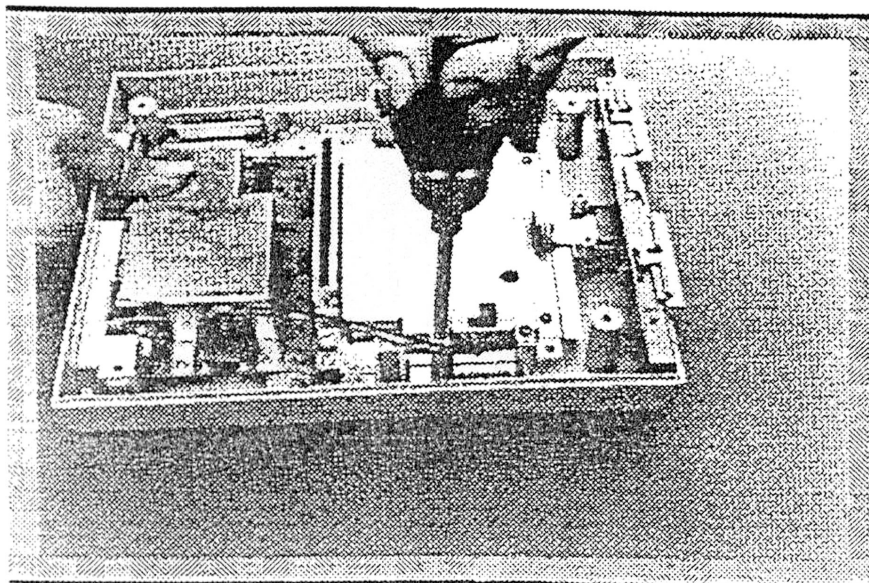
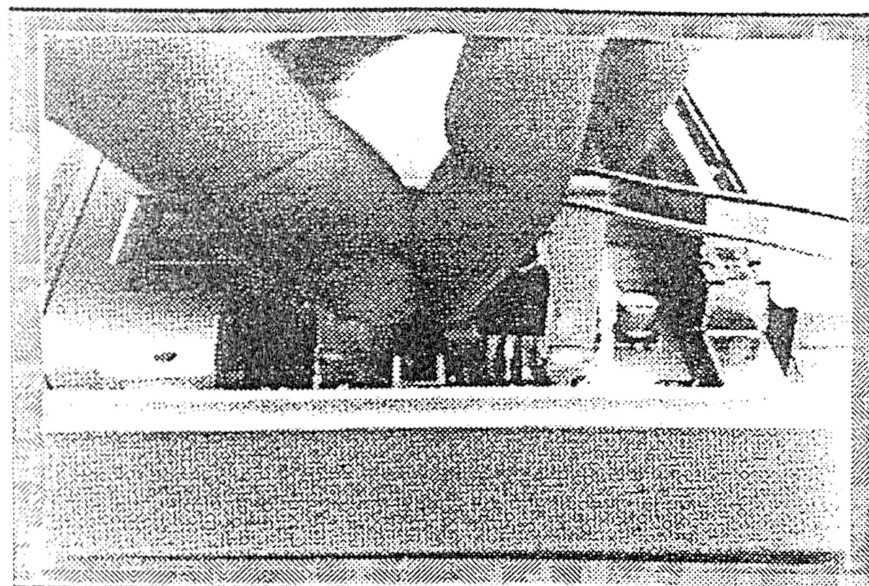

Fig. 7
Fig. 8
4. **Interruptor de Alimentação:** Remova os dois (2) parafusos do interruptor de alimentação (Fig. 7). Desconecte o cabo do interruptor de alimentação da saída de terminais de 2 pinos e remova o conjunto do comutador de energia da unidade (Fig. 8).